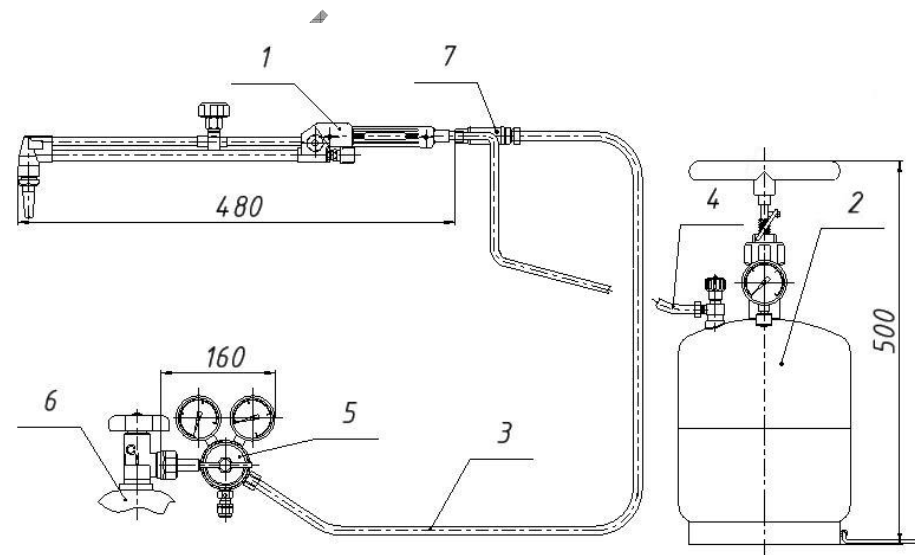

Рис.1. Схема комплекта КЖГ-1Б
Комплект состоит из источников питания (баллон с кислородом и бачок с бензином), резака с набором сменных мунштуков и резиноканевых рукавов, соединяющих источники питания и резак. Схема сборки комплекта приведена на рис.1.
6.1 Сборка комплекта в рабочее состояние осуществляется по схеме на рис.1. Перед первой сборкой комплекта необходимо убедиться в исправности и герметичности всех входящих в него изделий.
6.2 Присоединить редуктор (поз.5, рис.1) к баллону (поз.6, рис.1). К выходному штуцеру редуктора присоединить рукав (поз.3, рис.1), второй конец которого присоединить к кислородному штуцеру резака (поз.1, рис.1) через клапан (поз.7, рис.1).
Принцип работы комплекта состоит в следующем. С помощью ручного насоса на бачке (поз.4, рис.3) создается рабочее давление воздуха в бачке, под действием которого горючее (бензин) вытесняется через узел подачи горючего (поз.2, рис.3) в рукав подачи горючего (поз.4, рис.1) и через штуцер (поз.2,рис.2) поступает в резак. Далее горючее поступает по трубке, проходящей внутри рукоятки (поз.3, рис.2), и через вентиль (поз.7, рис.2) в узел формирования горючей смеси (поз.9, рис.2), который состоит из двух коаксиальных трубок, шпинделя игольчатого типа и смесительной камеры. Горючее подается по внутренней трубке в смесительную камеру (поз.12, рис.2). Расход горючего регулируется шпинделем игольчатого типа (поз.11, рис.2) с помощью маховичка (поз.7, рис. 2).
По кольцевому зазору между коаксиальными трубками подается кислород для формирования подогревающего пламени, поступающий от баллона (поз.6, рис.1) по рукаву (поз.3, рис. 1) через соответствующий штуцер (поз. 1, рис.2) в резак. Из коаксиального зазора между трубками кислород по двум каналам поступает в смесительную камеру (поз.12, рис.2). Оси каналов подачи кислорода расположены под острым углом к оси канала подачи горючего, так что струи кислорода при истечении в смесительную камеру распыляют струю горючего, образуя паро-капельную горючую смесь. Затем горючая смесь поступает в кольцевой зазор, образованный проточкой в головке резака и мундштуком и далее в каналы мундштука, где происходит интенсивное испарение капель горючего, и образование газообразной горючей смеси, которая при истечении из мундштука в атмосферу горит и образует подогревающее пламя.